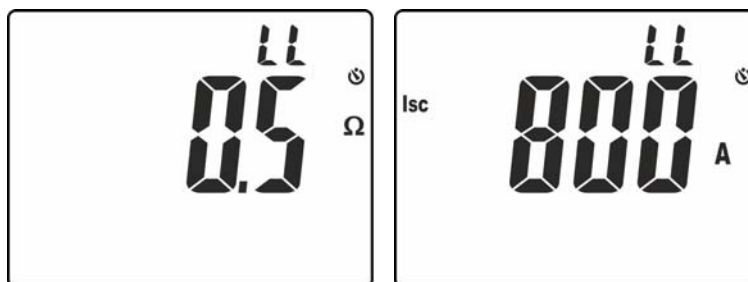

Fig. 28: Risultati della misura di impedenza Loop L-L
12. Nella videata di Fig. 28 – parte sinistra è presente il valore della impedenza di Loop L-L. Premere i tasti ∇/L o \blacktriangle per visualizzare il valore della corrente di cortocircuito presunta **Isc** (vedere § 9.3)